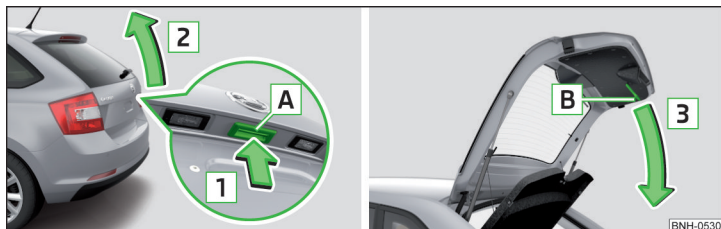

Fig. 40 Abrir/cerrar la tapa del maletero
- Presionar la tecla **A** en sentido de la flecha **1** » fig. 40.